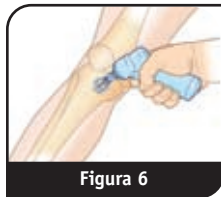

Figura 6
- c. Posizionare il manipolo sul sito di inserimento con il set ago posto a 90 gradi rispetto alla superficie dell'osso (Figura 6). Azionare delicatamente il set ago finché la punta dell'ago tocca l'osso.
- e. Penetrare la corticale dell'osso premendo il grilletto del manipolo e applicando una pressione leggera e stabile verso il basso (Figura 6).